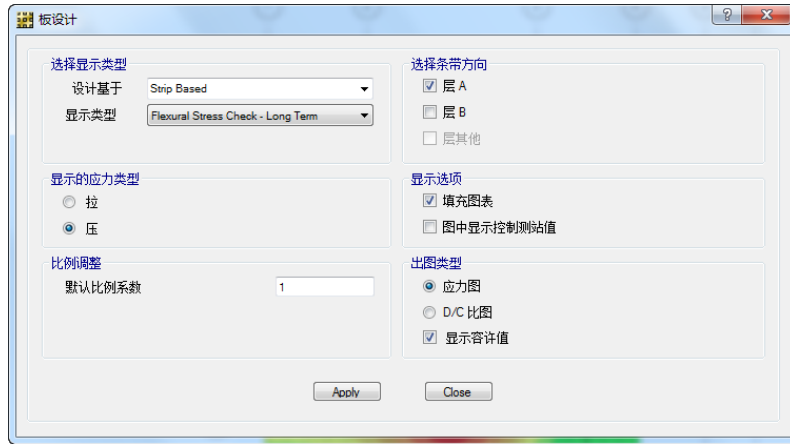

图 41 板设计对话框
- A. 点击命令**显示菜单 > 显示板设计**打开板设计对话框如图 41 所示。